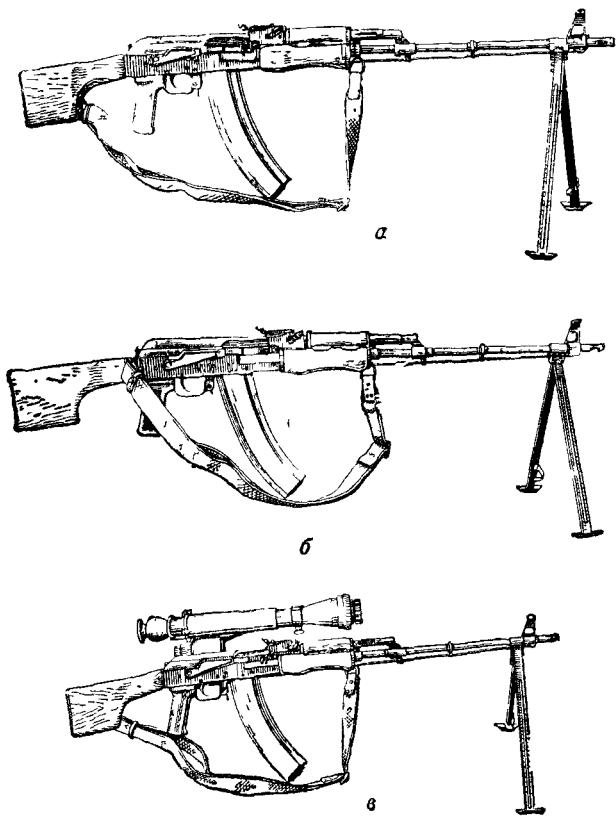

Рис. 2. Общий вид 5,45 мм ручного пулемета Калашникова
1. 5,45-мм автомат Калашникова (рис. 1) является индивидуальным оружием, а 5,45-мм ручной пулемет Калашникова (рис. 2) является оружием стрелкового отделения. Они предназначены для уничтожения живой силы и поражения огневых средств противника. Для поражения противника в рукопашном бою к автомату присоединяется штык-нож. Для стрельбы и наблюдения в условиях естественной ночной освещенности к автоматам АК74Н, АКС74Н и пулеметам РПК74Н, РПКС74Н* присоединяется ночной стрелковый прицел универсальный (НСПУ).